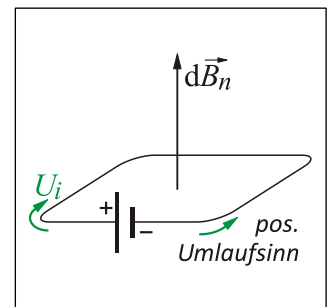

Bild 2: Richtungsfestlegung
B_n ist der Anteil von \vec{B} , der A senkrecht durchdringt. Das Minuszeichen in Gl.(1) bedeutet, dass der Richtungssinn von U_{ind} entgegengesetzt dem Umlaufsinn gemäß der Rechtsschrauben-Regel ist, die den positiven Umlaufsinn für eine Änderung der Normalkomponente $d\vec{B}_n$ festlegt (**Bild 2**).